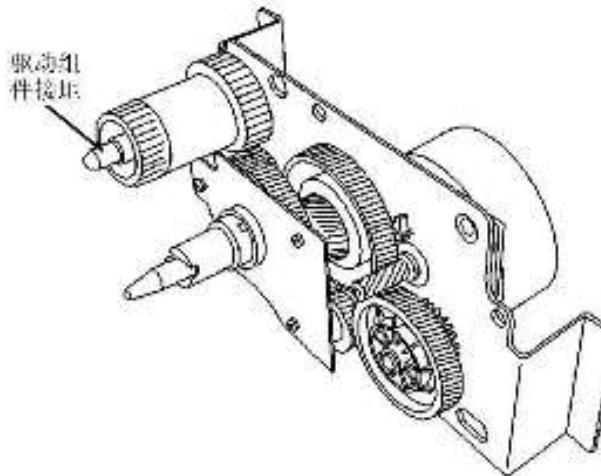

图 11 驱动组件接地
- 清洁驱动组件接地 (图 11)，重新安装驱动组件，重复检查。